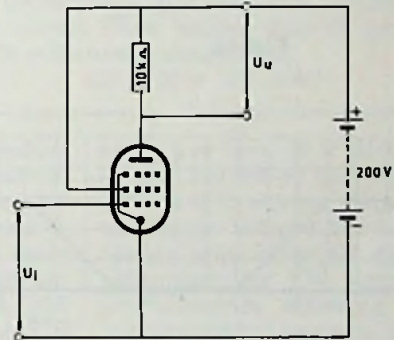
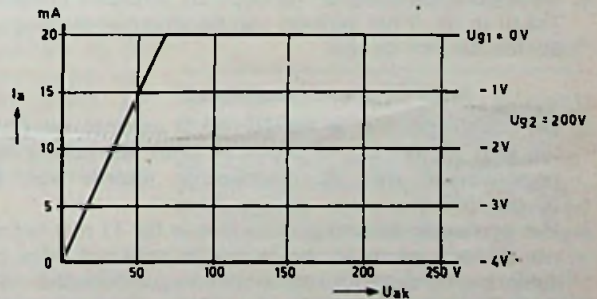

FIG. 6
FIG. 7
- ② Van de pentode in fig. 6 zijn in fig. 7 de geïdealiseerde karakteristieken getekend.
- a. Teken in fig. 7 de belastingslijn voor deze schakeling.